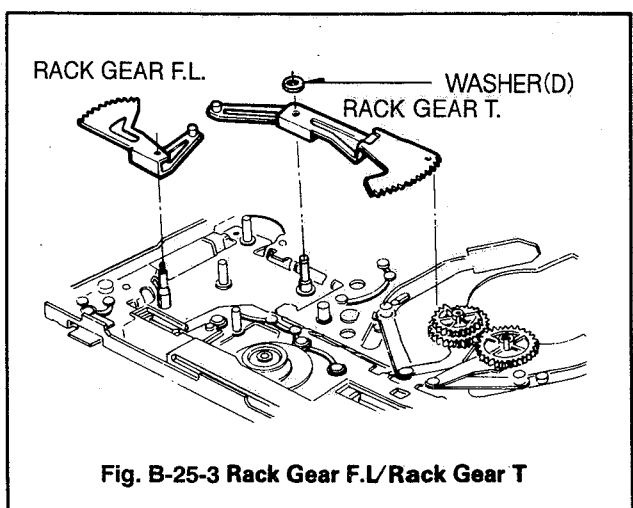

Fig. B-25-3 Rack Gear F.L/Rack Gear T
- 3) Remove the Rack Gear F.L.(Fig B-25-3).
- 4) Remove the Washer(D).(Fig. B-25-3).
- 5) Remove the Rack Gear T.(Fig. B-25-3).